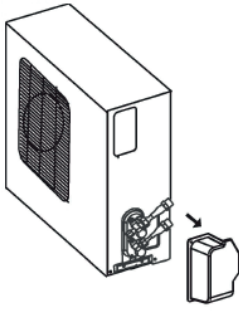

Fig. 6.1
1. Entnehmen Sie zuerst den Wasserbehälter am Außengerät, wie aus Abb. 6.1 ersichtlich.